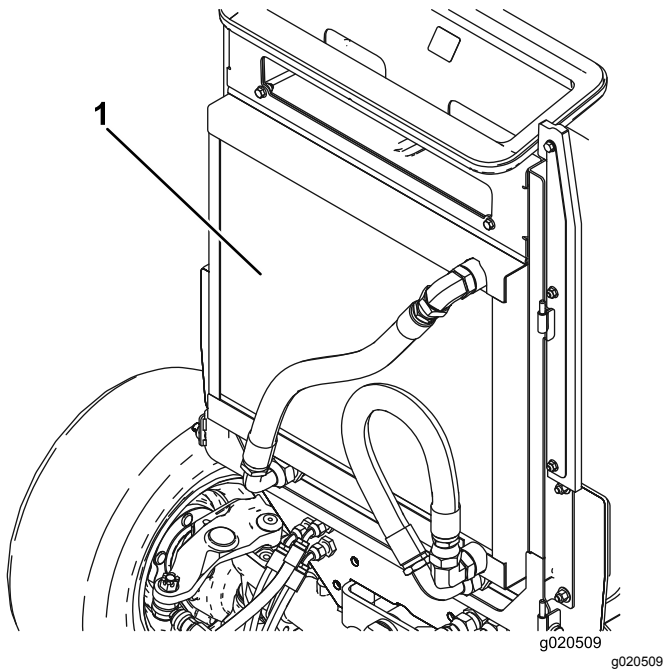

図 46
2. オイルクーラとラジエターの両方の裏表 図 46 を圧縮空気で丁寧に清掃する。機体の前側からエアを吹きつけて後ろ側にゴミを吹き飛ばします。その後、今度は後ろ側から前側に向かって吹きつけて清掃します。この作業を数回繰り返してごみやほこりを十分に落とす。